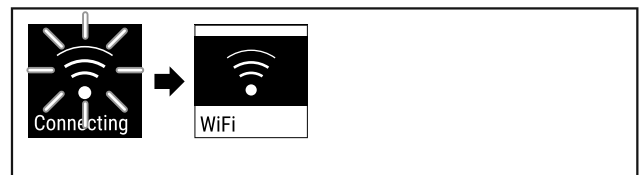

Fig. 86
- ▶ Veza se uspostavlja (pogledajte Fig. 86).